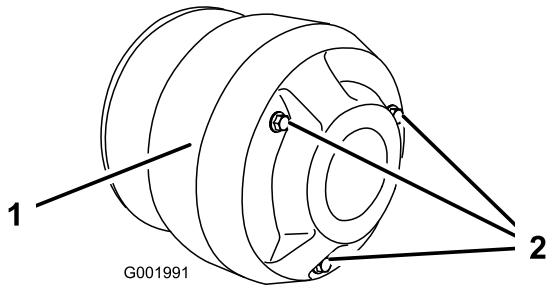

Figura 58
4. Retire los 3 pernos que fijan la cubierta al embrague, y retire la cubierta (Figura 58).